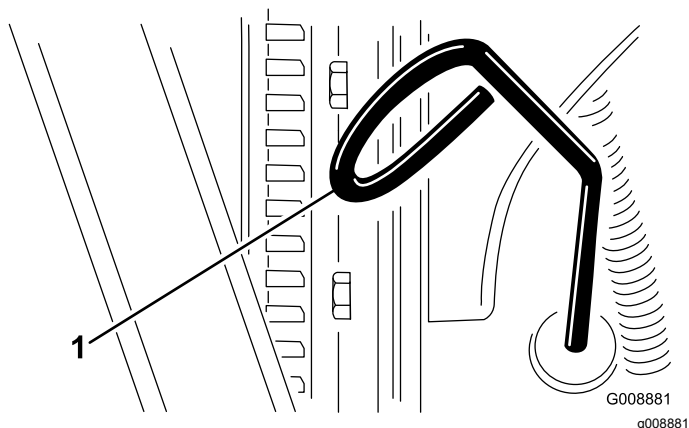

Bild 55
3. Entfernen Sie den Peilstab, wischen ihn ab und führen ihn wieder in das Rohr ein; ziehen Sie ihn dann wieder heraus. Der Ölstand sollte zwischen der NACHFÜLL- und VOLL-Markierung sein (Bild 55).
4. Wenn der Ölstand niedrig ist, entfernen Sie den Einfülldeckel und füllen Sie Öl ein, bis der Stand zwischen der VOLL- und NACHFÜLL-Markierung liegt (Bild 55).